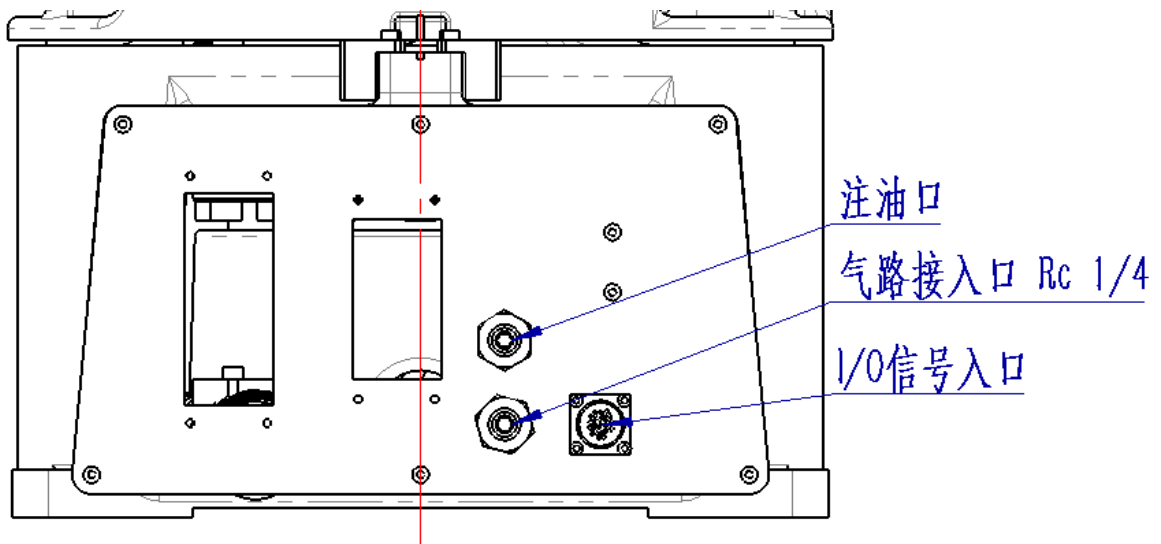

图 2.3 气路及信号接入位置图
1. 气路及信号接口接入位置及规格，位置在底座部分后侧，如图 2.3